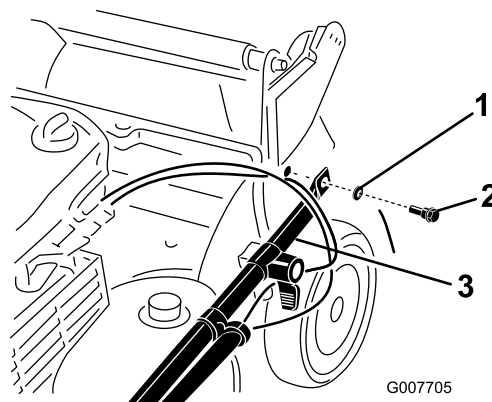

Figura 4
3. Collegate le estremità della stegola al sottoscocca utilizzando 2 rondelle e 2 bulloni di fissaggio (Figura 4), **ma non serrate i bulloni di fissaggio**.
Importante: Disponete i cavi all'esterno dalla stegola (Figura 4).